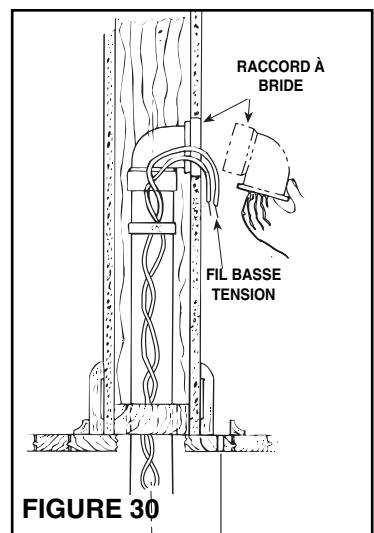

FIGURE 30
- Appliquez de l'adhésif de contact au tube et installez le raccord à brides. Soyez sûr que le raccord est bien en place et scellé (Figure 30).